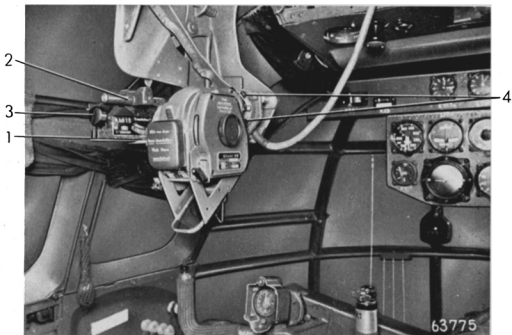

Abb. 106: Justieren des Stuvi 5B
Sturzvisier eingebaut siehe Abb. 106.
- 9) Juli 1 B in den Einrichtwinkel in gleicher Lage wie bei der vorstehenden Prüfung (Abb. 106) einschieben und Stuvi so lange einrichten, bis Längs- und Querlibelle einspielen.